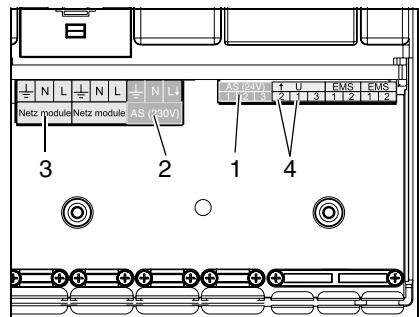

Abb. 2 Anschlüsse
- a) AS 24 V-Kontakt (Abb. 2, Pos. 1)
- b) AS 230V-Kontakt (Abb. 2, Pos. 2)